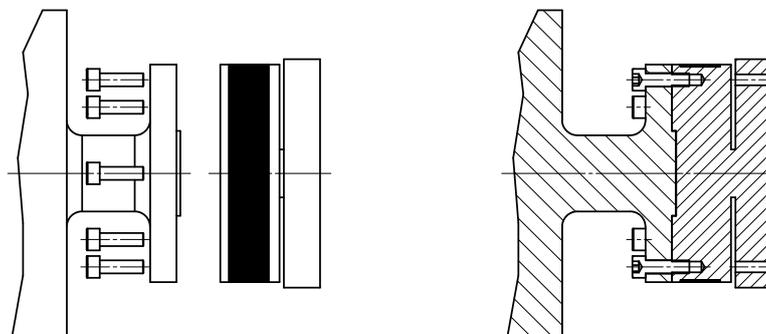
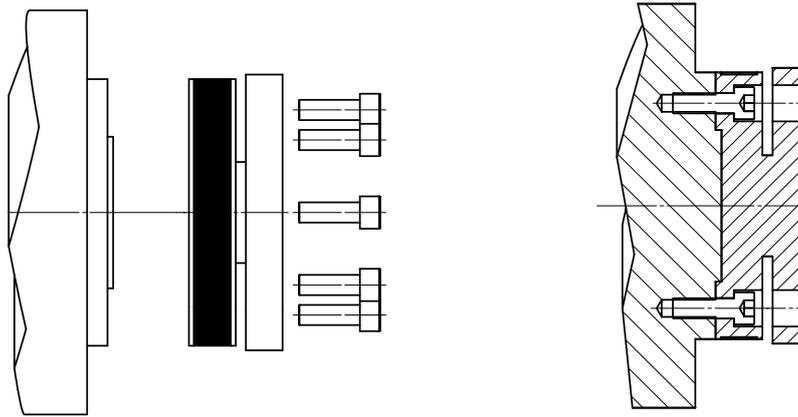

Figure 2-8 Montage du TF 210 à TF 212 et TF 220 sur un flasque
Figure 2-9 Montage du TF 213 à TF 219 sur un flasque
1. Fixer le couplemètre sur un flasque solidaire de l'axe d'entraînement au moyen de vis comme le montre la *figure 2-8* (pour les couplemètres TF 210 à TF 212 et TF 220) et la *figure 2-9* (pour les couplemètres TF 213 à TF 219). Ces vis, de qualité 10.9/12.9, doivent être serrées avec un couple de serrage bien spécifique, voir *Section 2.2.4- Serrage des vis*.